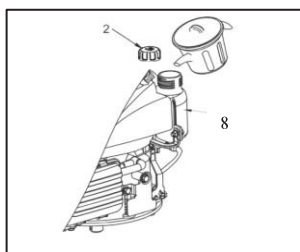

Fig. 5
1. Remova a tampa do combustível (2).
2. Acrescente o combustível até ao limite do nível de combustível no gargalo do tanque de combustível (8). (Ver Fig. 5)